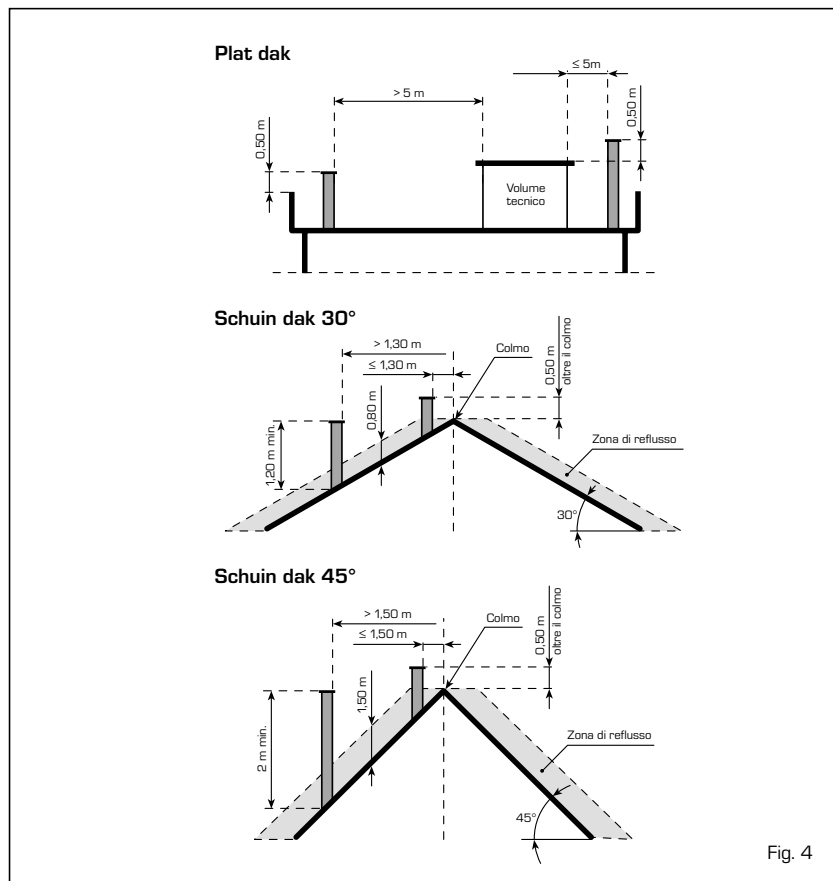

Fig. 4
- moet aan de bovenkant van een schoorsteen voorzien zijn waarvan de uitmonding zich buiten het zogenaamde terugstroomgebied moet bevinden om de vorming van tegendruk te voorkomen waardoor de verbrandingsproducten niet vrijuit in de atmosfeer uitgestoten zouden kunnen worden. Het is dus noodzakelijk dat de minimum hoogten die op fig. 4 zijn aangegeven in acht genomen worden.